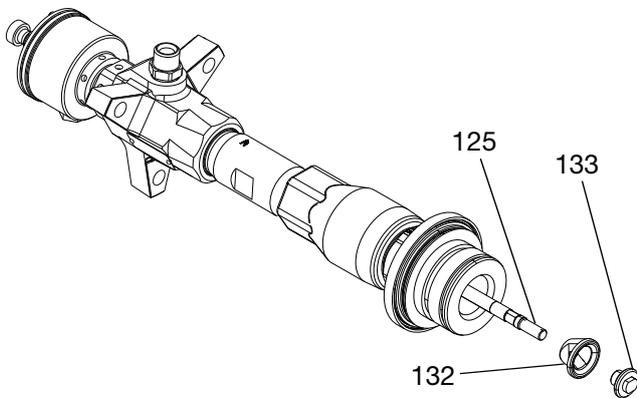

図 45
39. シャベルピストン (132) をローシャフトアセンブリ (125) 上にスライドします。ネジ山封止剤をローシャフトアセンブリ上のネジ山に注入し、シャベルナット (133) にねじ込みます。図 45。次の仕様に従ってトルク締めします。: